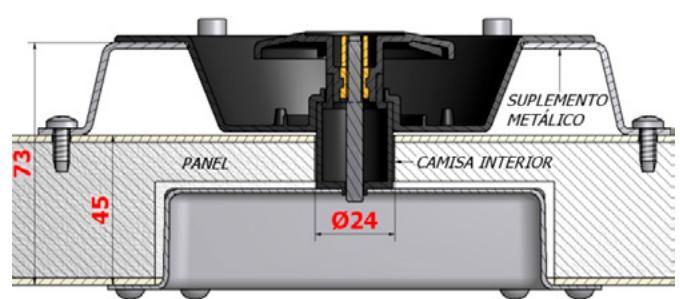

FIGURA 6: Detalle: Sección Panel + Suplemento metálico.
**EXCEPCIÓN:** Espesor mínimo de panel para montar el mecanismo de apertura interior dentro del panel es de 65mm. Para paneles inferiores a <65mm MRF podrá facilitar, bajo pedido, un suplemento metálico que aumentará el espesor hasta alcanzar la medida mínima necesaria (FIGURAS 5 Y 6). Empleando esta opción, el taladro realizado en el Paso 3 será de Ø24mm cuando se monta Camisa Interior en el montaje (FIGURA 6,11, 12 Y 13), de no montarla, llegará con hacer el taladro del Paso 2 (Ø5,5mm)